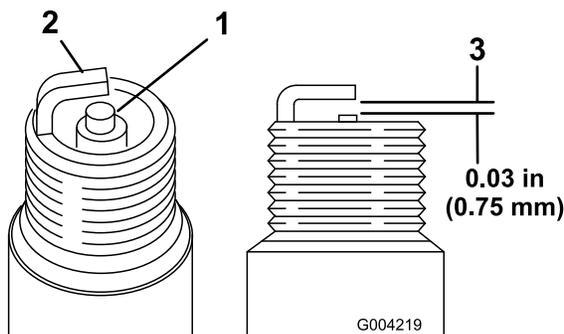

Figura 27
1. Mire la parte central de ambas bujías (Figura 27). Si se observa un color gris o marrón claro en el aislante, el motor está funcionando correctamente. Si el aislante aparece de color negro, significa que el limpiador de aire está sucio.
2. Compruebe la separación entre los electrodos central y lateral (Figura 27).
3. Si la distancia no es correcta, doble el electrodo lateral (Figura 27).